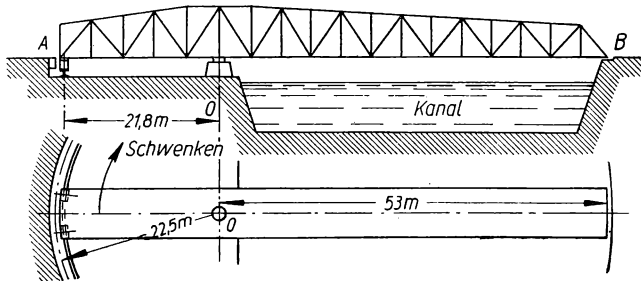

Bild 267
**408.** Eine Drehbrücke (Bild 267) belastet beim Schwenken den Spurzapfen  $O$  mit 760 t und die zwei Laufräder am Ende des kurzen Brückenarms  $A$  zusammen mit 69 t. Das Gewicht des langen, den Schifffahrtskanal überspannenden Brückenarms  $OB$  ist durch ein schweres Gegengewicht bei  $A$  ausgeglichen, so daß der lange Arm frei schwebt, während die Brücke in  $O$  und  $A$  aufliegt. Die Laufräder bei  $A$  rollen auf einem Schienenkreise von 21,8 m Halbmesser. Das Schwenken der Brücke erfolgt mittels eines an ihrem Kopfe  $A$  gelagerten Zahnrades mit